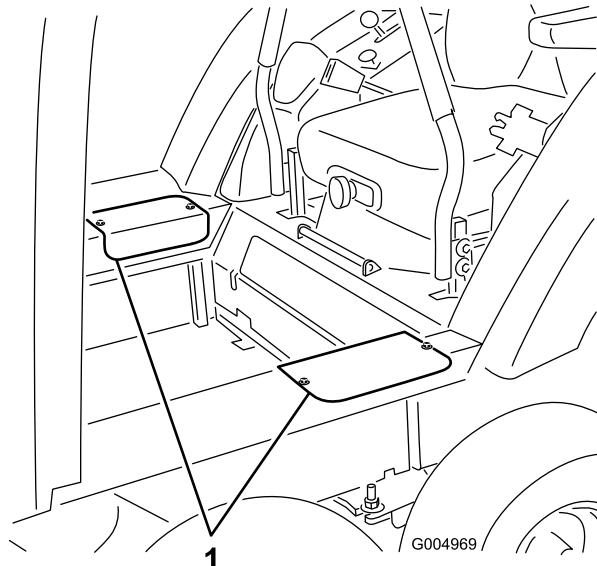

Figure 74
6. Enlevez les 2 vis qui fixent chaque couvercle d'accès latéral et déposez les couvercles (Figure 74).